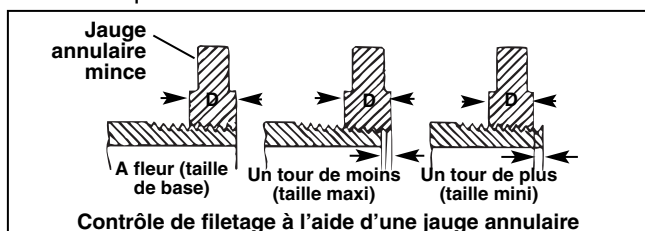

Figure 16 – Contrôle de filetage
3. Vérifiez la conformité du filetage. La méthode préférée consiste à utiliser une jauge annulaire. Il existe plusieurs types de jauge annulaire dont l'utilisation risque de différer de celle indiquée à la Figure 16.